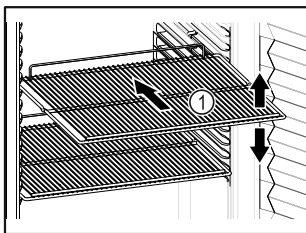

Fig. 48 Beispielhafte Darstellung
- ❑ Wenn Ablageflächen Fig. 48 (1) versetzbar sind, Ablageflächen je nach Höhe anpassen.